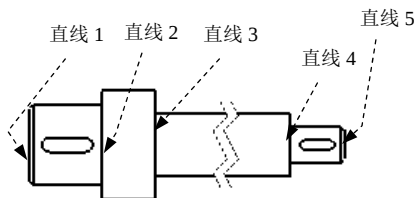

图 6.4.8 选取标注对象
Step3. 依次选取图 6.4.8 所示的直线 1、直线 2、直线 3、直线 4 和直线 5 为标注对象。
Step3. 选择尺寸放置位置。在系统 **选择一个边线/顶点后再选择尺寸文字标注的位置。** 的提示下, 选取图 6.4.8 所示的直线 1, 选择合适的位置单击以放置第一个尺寸。
Step4. 依次选取图 6.4.8 所示的直线 2、直线 3、直线 4 和直线 5。